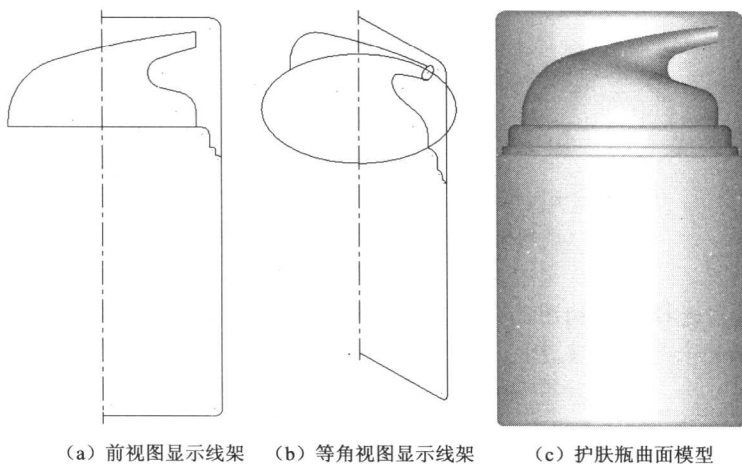
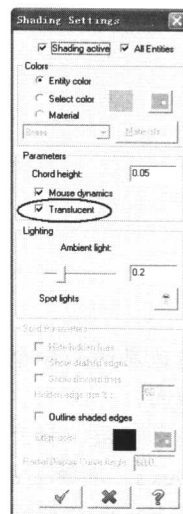

图1-7
图1-11
打开附盘源文件夹下的线架文件“护肤瓶.MCX”，利用网格曲面和旋转曲面命令绘制护肤瓶曲面模型，结果如图1-7(c)所示。
4. 关闭第 1 层和第 2 层, 选择前视图透视着色显示曲面模型, 效果如图 1-7 (c) 所示, 着色时需要启动如图 1-11 所示透视着色选项【Translucent】。